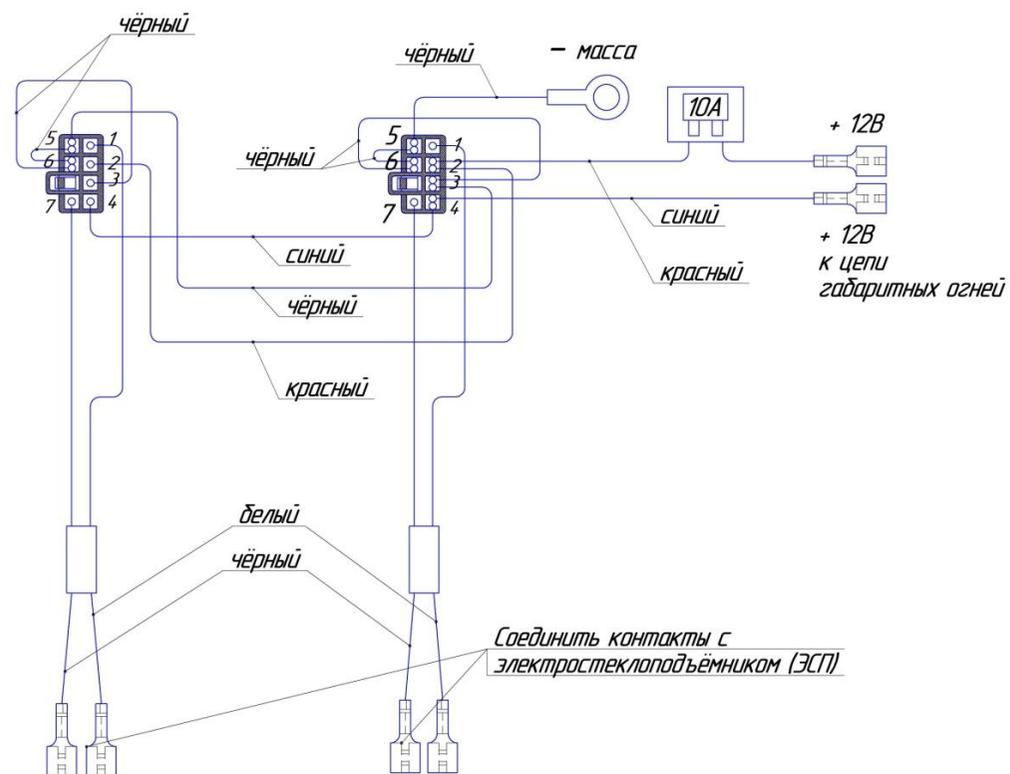

Рис. 2. Схема подключения электростеклоподъёмников к бортовой сети автомобиля.
- 6.6. Выбрать место установки переключателей, разметить и вырезать под них проёмы по переходной рамке. Протянуть двухжильный провод по салону от места расположения переключателей до дверей, затем через стойки в полости дверей. Контакты на другом конце провода соединить с электродвигателем ЭСП (см. рис. 2). При необходимости изменения размеров жгута использовать провода с сечением не менее 0,75 кв. мм.